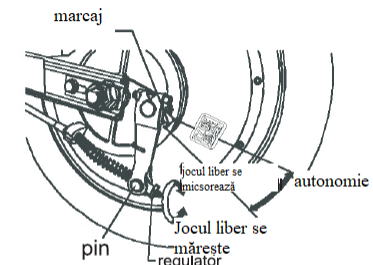

Figura 3-3
(2) Reglarea jocului dintre frânele din spate este prezentată în Figura 3-3. Dacă frâna nu funcționează ușor sau dacă cablul frânei este reglat prea strâns, trebuie reglată piulița de pe dispozitivul de reglare conform metodei de ajustare „jocul liber se micșorează” și „jocul liber se mărește”, așa cum este indicat în figură.